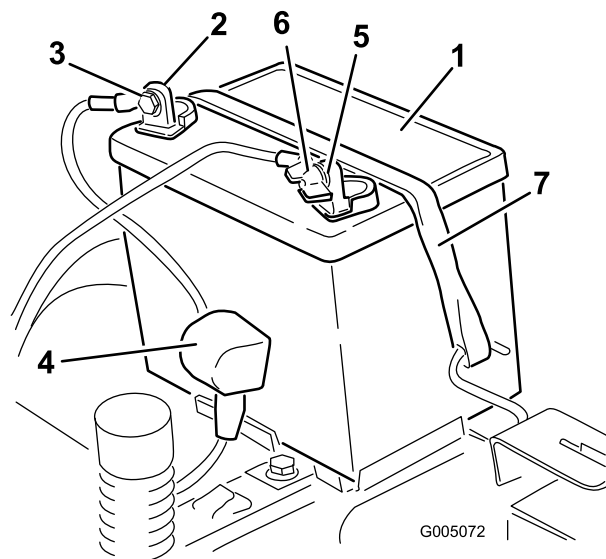

Figure 39
4. Débranchez le câble négatif (noir) de mise à la masse de la borne de la batterie (Figure 39). Conservez toutes les fixations.
5. Repoussez le capuchon en caoutchouc sur le câble positif (rouge). Débranchez le câble positif (rouge) de la borne de la batterie (Figure 39). Conservez toutes les fixations.
6. Enlevez la sangle de maintien de la batterie (Figure 39) et ôtez la batterie de son support.
1. Placez la batterie sur son support (Figure 39).
5. Fixez la batterie en place à l'aide de la sangle de maintien (Figure 39).